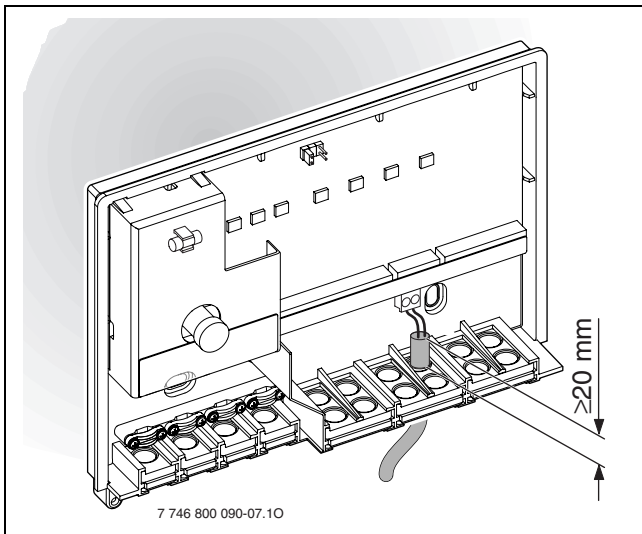

Рис. 11
Задля забезпечення захисту кабелю від бризок води (IP) його слід прокладати так, щоб оболонка заглиблювалася у ввіді щонайменше на 20 мм (→ рис. 11).